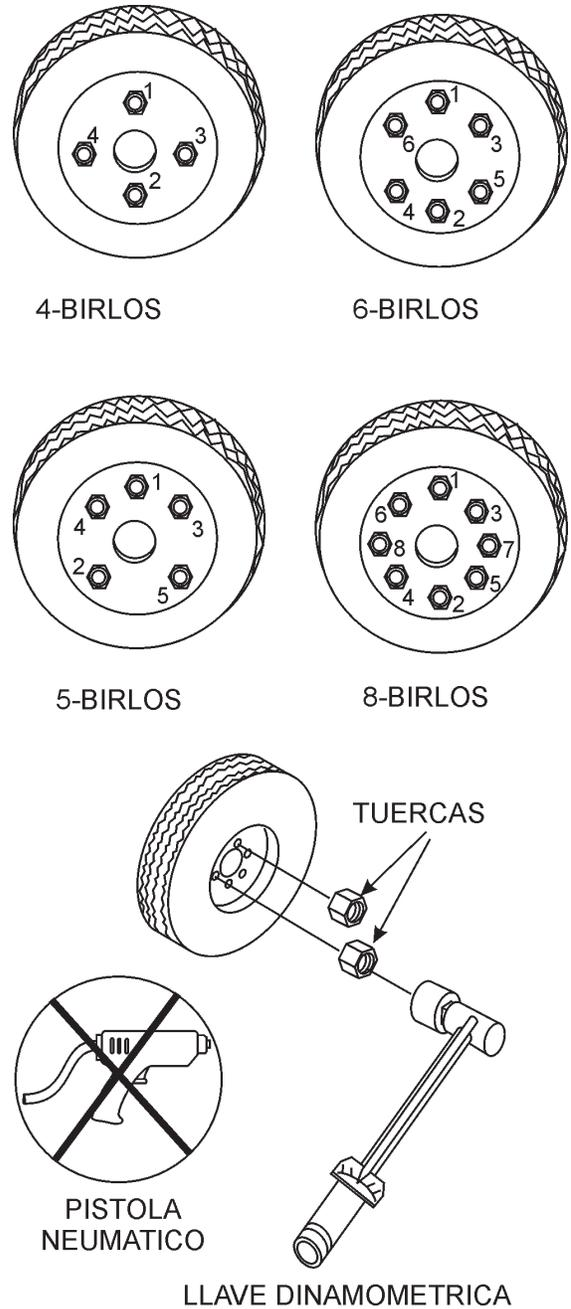

Figura 45. Secuencia al apretar los birlos de las llantas
2. Apriete todas los birlos en secuencia. Vea la Figura 45. **NO** apriete los birlos de la llanta completamente. Apriete cada birlo en 3 pasos separados como se define en la Tabla 7.